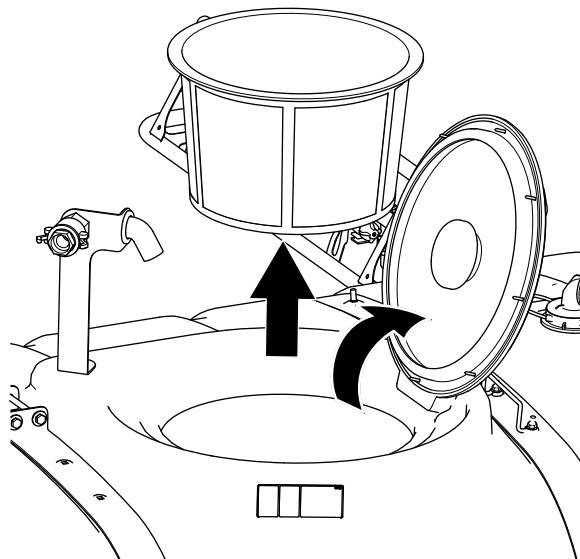

Bild 16
- Öffnen Sie den Behälterdeckel und entfernen Sie den Filterkorb (**Bild 16**).